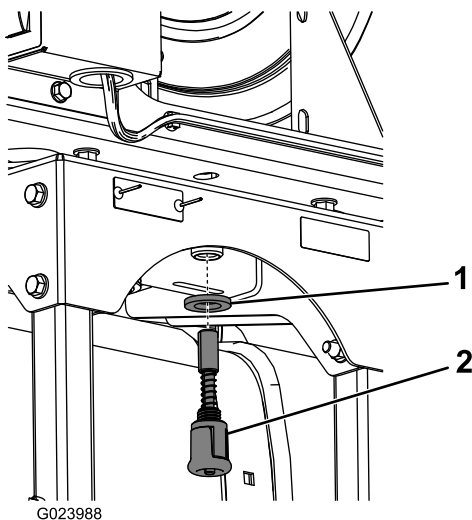

図 8
8. ホースリールフレームの下側に、大きいワッシャとスプリングピンを取り付ける 図 8。